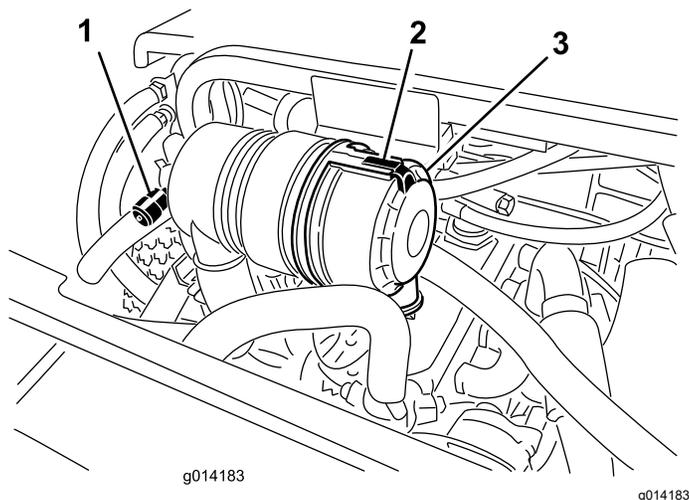

Figure 30
Faites l'entretien du filtre à air uniquement quand l'indicateur de colmatage (Figure 30) indique que cela est nécessaire. Changer le filtre à air prématurément ne fait qu'accroître le risque de contamination du moteur par des impuretés quand le filtre est déposé.
1. Desserrez les attaches qui maintiennent le couvercle sur le boîtier du filtre à air (Figure 30).